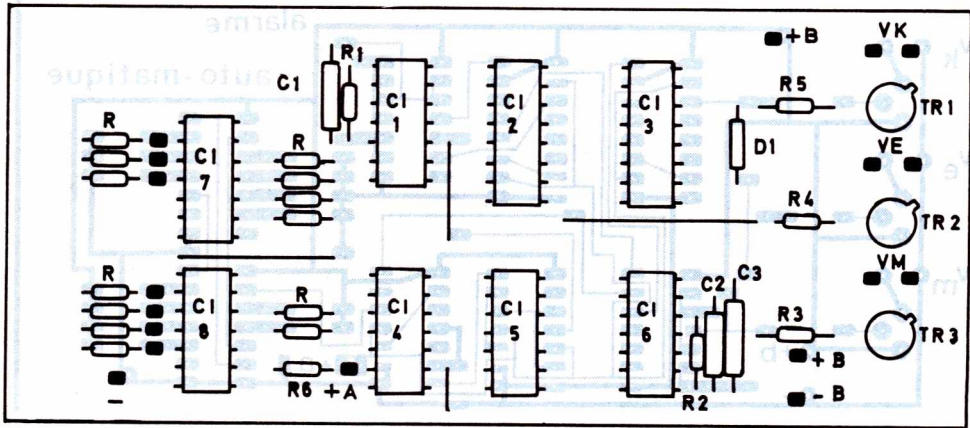

Figure 10 : Plan d'implantation des composants.
- La **figure 10** regroupe les composants suivant leur implantation sur le circuit imprimé.